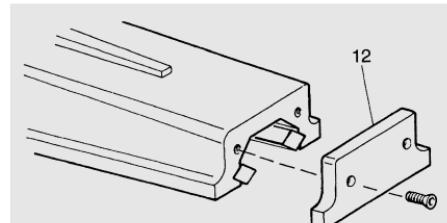

Fig.7
Enlever le couvercle (12) du bout du bras (voir figure 7).
- 2) Les équerres doivent se trouver au même niveau et à la même distance du bras. Pour cette opération tirer profit de la mobilité du bras (figures 7 et 8), le tournant jusqu'à ce qu'il se trouve au-dessus des différentes équerres.